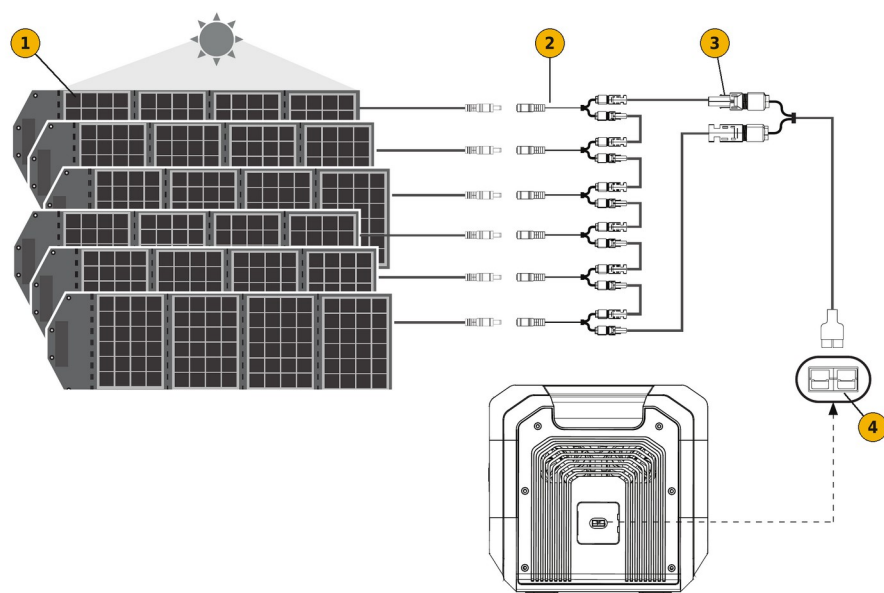

FIG. 5 — Ligação de seis painéis solares em série à entrada solar
- 2) Conecte cada painel ao respetivo adaptador 7909–MC4 e ligue os adaptadores em série, do positivo de um painel ao negativo do seguinte (FIG. 5).
- 4) Conecte o adaptador à entrada solar lateral da bateria (pos. 10). Nunca o ligue à saída Anderson do painel frontal.